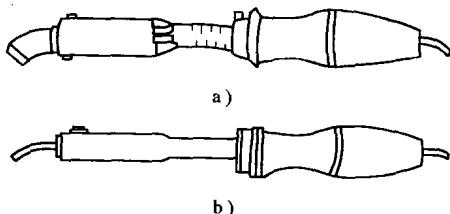

图 1-9 电烙铁外形
(1) 电烙铁。电烙铁是锡焊焊接的工具，用来焊接电器元件的接点和导线的连接，其外形如图 1-9 所示。